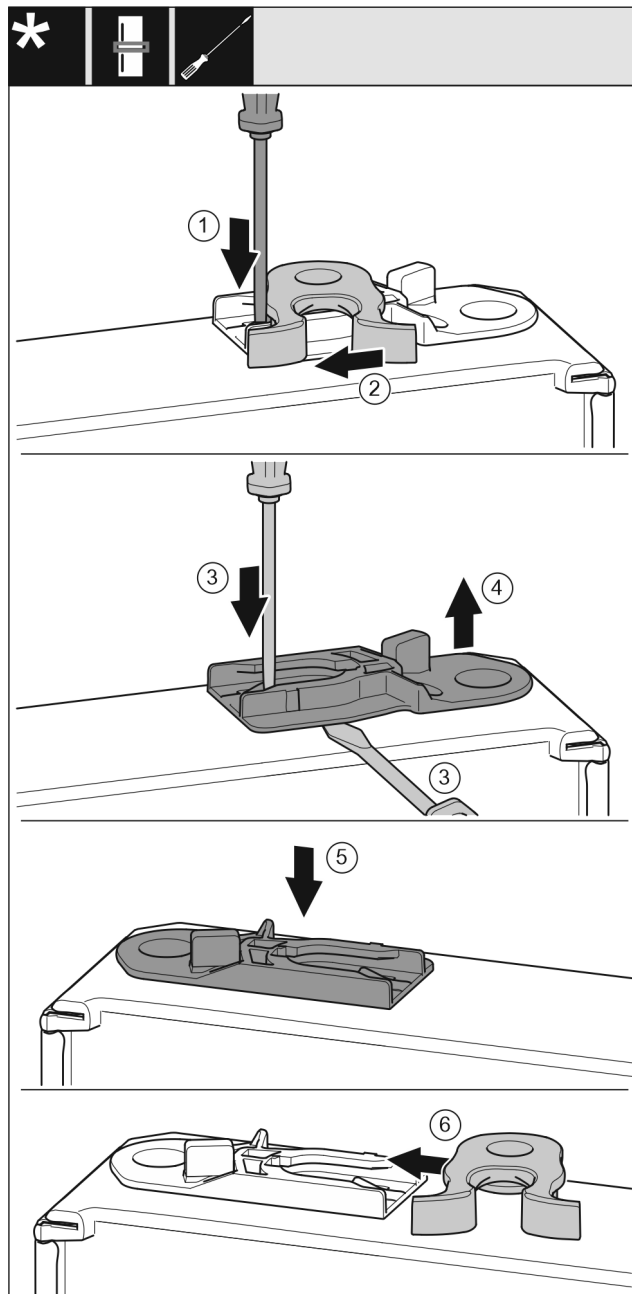

Fig. 19
- ▶ Tryck ner skenan Fig. 19 (1) med spårskruvmejsel.
- ▶ Dra stängningskroken Fig. 19 (2) ur styrningen.
- ▶ Dra ut styrhylsan Fig. 19 (3, 4): Tryck ner skenan med en spårskruvmejsel och flytta samtidigt spårskruvmejseln under styrhylsan.
- ▶ För in den bifogade styrhylsan Fig. 19 (5) på kapslingens andra sida.
- ▶ För in stängningskroken Fig. 19 (6) i styrningen.